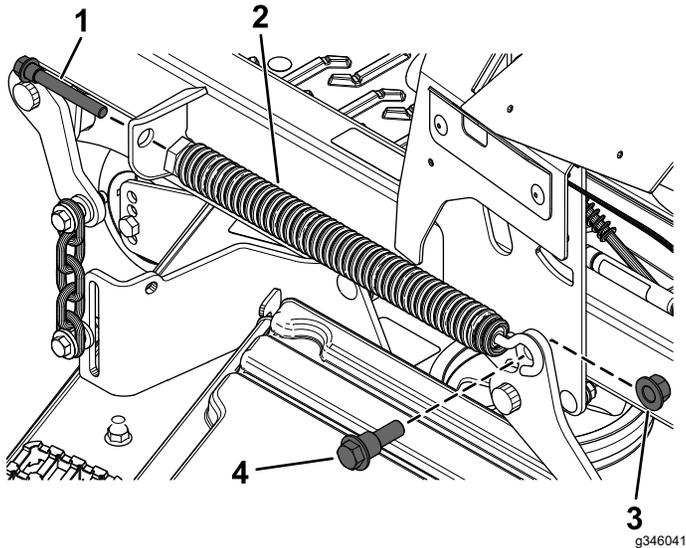

Figura 6
1. Retire el perno del muelle que sujeta el extremo delantero del muelle de elevación de la carcasa (Figura 6).
2. Retire el perno de cuello largo y la contratuerca ($\frac{1}{2}$ ") que sujetan el extremo trasero del muelle de elevación de la carcasa (Figura 6).
3. Retire el muelle de elevación de la carcasa (Figura 6).